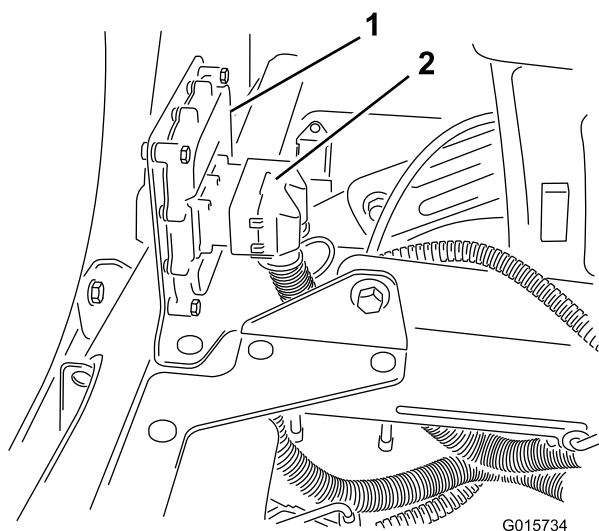

Figura 9
5. Collegate il terminale del cablaggio preassemblato al controller elettronico (Figura 9).